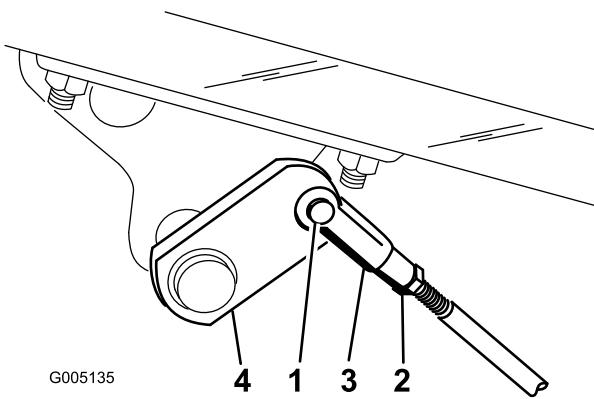

Figure 39
2. Si les freins ne se bloquent pas uniformément, désaccouplez les tiges de frein en retirant la goupille fendue et l'axe de chape (Figure 39).
3. Desserrez l'écrou de blocage et réglez la chape comme il convient (Figure 39).
4. Montez la chape sur l'arbre de frein (Figure 39).